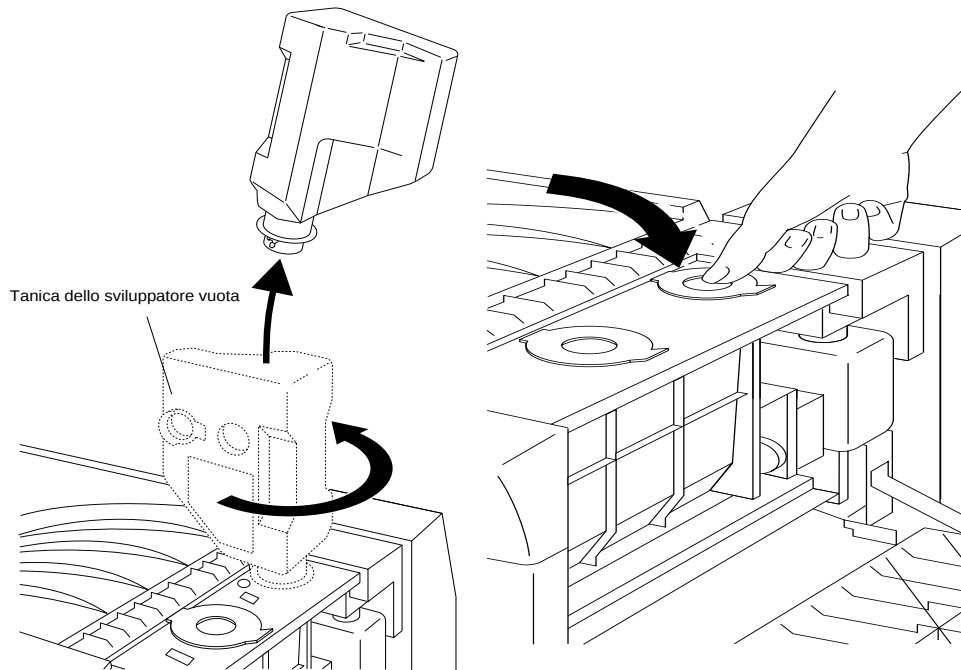

Figura 4-19 Rimozione della tanica dello sviluppatore e chiusura dell'aletta di riempimento
10. Girare la tanica dello sviluppatore in senso antiorario di 180° e rimuoverla, come mostrato nella Figura 4-19.
11. Chiudere l'aletta di riempimento dello sviluppatore, come mostrato nella Figura 4-19.